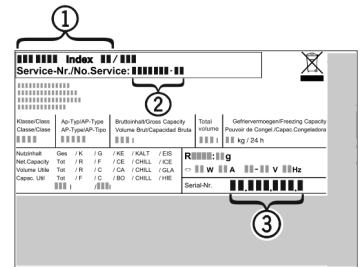

Fig. 4
- ▶ Apparaataanduiding Fig. 4 (1), servicenr. Fig. 4 (2) en serienr. Fig. 4 (3) van het typeplaatje aflezen. Het typeplaatje bevindt zich aan de linkerkant binnen in het apparaat.
- ▶ Contact opnemen met de Technische Dienst en het probleem, apparaataanduiding Fig. 4 (1), servicenr. Fig. 4 (2) en serienr. Fig. 4 (3) mededelen.